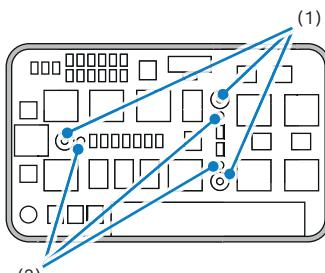

Figure 7
**En tirant, faire descendre les goupilles de positionnement (2) à l'aide d'un outil approprié. Serrer les 3 vis (1) (figure 7).**